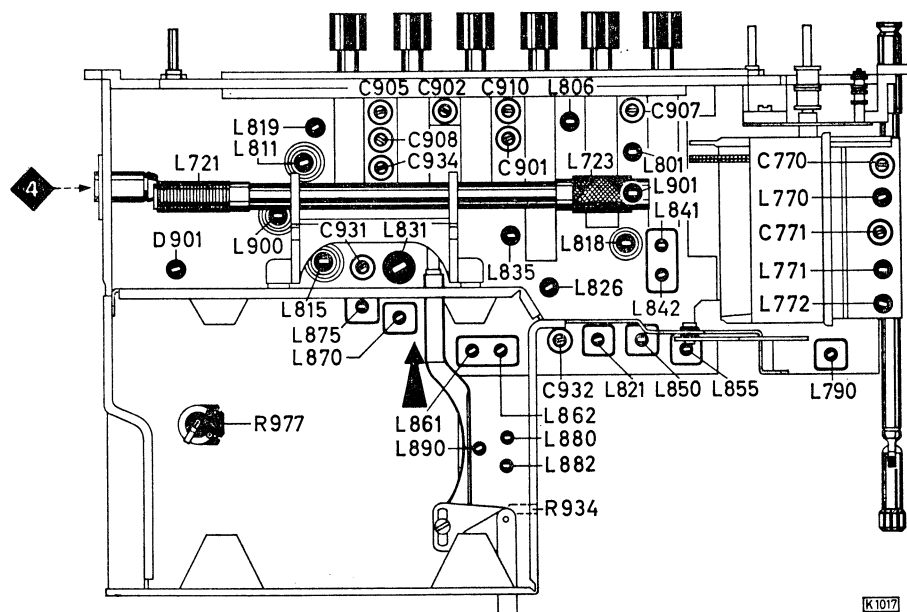

Fig. 3
- 6.5 Den Ruhestrom ca. 1 Minute nach dem Einschalten des Gerätes mit dem Einstellregler R 977 (Fig. 3) auf 4 mA + 20–10 % einstellen.
Achtung! Beim Abgleich des MW- und LW-Vorkreises auf dem Wellenschalter muß der Umschalter, Fig. 3, in Pfeilrichtung geschaltet sein.
- 6.5 Approx. 1 minute after switching on set, set zero signal current via adjuster R 977 (fig. 3) to 4 mA + 20–10 %.
Attention! When aligning the MW and LW pre. circ. on the waveband switch the conversion switch, fig. 3, must be switched in direction of the arrow.
5) Ein AM-Signal, 400 Hz, 30 % moduliert, soll eine Ratiospannung von 1,4 V erzeugen. Dann mit R 934 ein Spannungsminimum am Outputmeter einstellen, Fig. 3.
5) An AM signal, 400 Hz, 30 % modulated, must produce a ratio voltage of 1.4 V. Adjust a voltage minimum at the outputmeter by means of R 934, see. fig. 3.